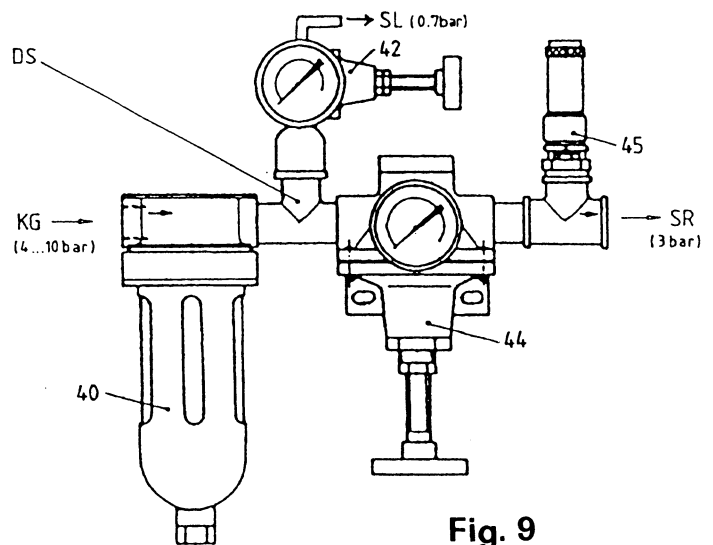

Fig. 9
Die Druckreduzierstation (Fig. 9) ist mit einem Überdruckventil (45) ausgerüstet, ab Werk eingestellt und plombiert.
1.7 Druckluftaufbereitung (Siehe Fig. 9)